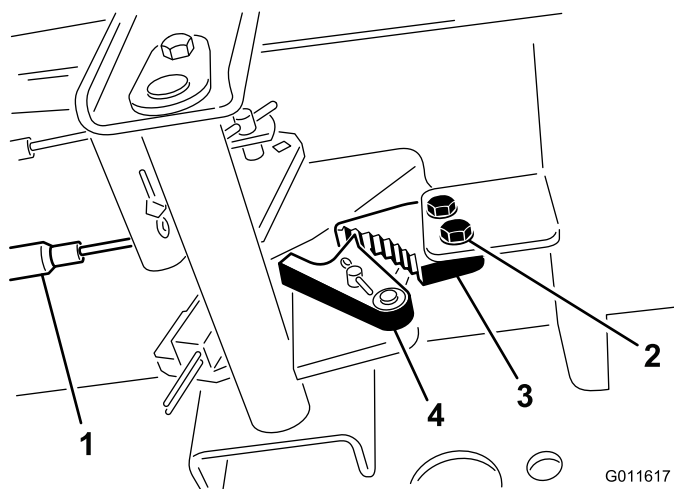

Figura 36
1. Solte os 2 parafusos que prendem a lingueta do travão de mão à estrutura (Figura 36).
2. Carregue no pedal do travão para a frente até o detentor do estacionamento engatar completamente na lingueta do travão (Figura 36).